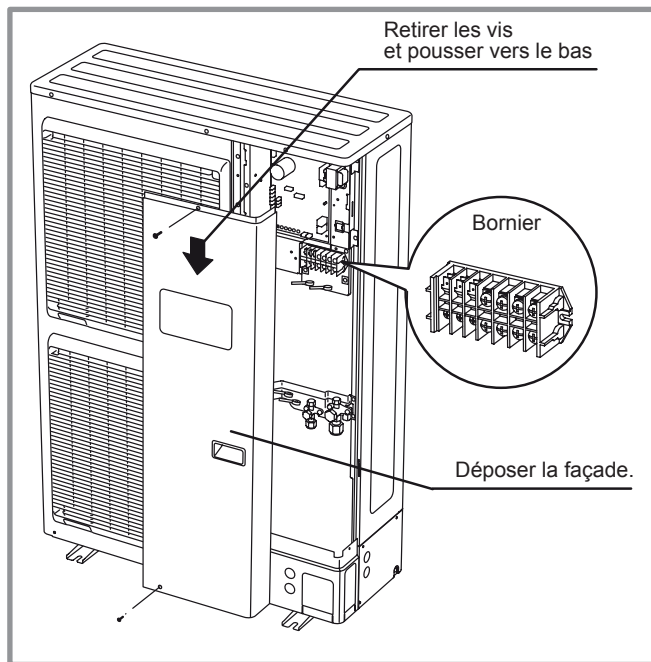

figure 37 - Accès au bornier de l'unité extérieure triphasée
- Effectuer les raccordements suivant le(s) schéma(s) (figure 37, page 26).